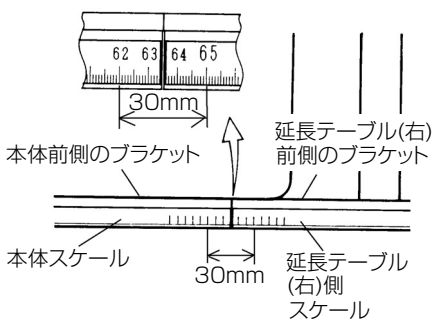

図 35
本体および延長テーブル(右)側スケールとの目盛間隔(目盛62と65との間隔)が、図35のように30mmになっていることをお手持ちの曲尺で計って確かめます。
- ② 延長テーブル(右)側スケールを左右に動かして本体スケールとの目盛間隔を30mm(図35参照)にします。このとき、お手持ちの曲尺で計りながら調整してください。
- ③ 最後に10mm六角穴付ボルト(2個)を締付けて延長テーブル(右)側スケールを固定します。